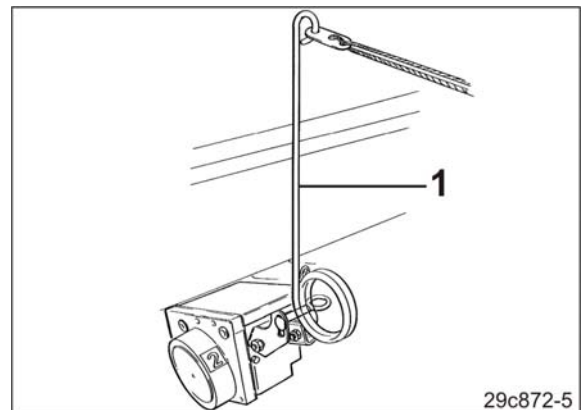

Fig. 143
- o einmal am Bedienhebel (Fig. 143/1) ziehen